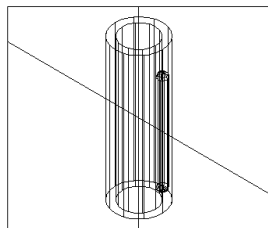

图 16-28
结果如图 16-28 所示。
(10) 旋转处理。单击  按钮或者在命令行直接输入 revolve。将上述矩形框绕着铅直直线旋转一周，结果如图 16-28 所示。
(11) 阵列上述平键。执行 Modify→3D Operation→3D Array 命令。
(12) 生成块。单击  按钮，将上述八个实体合并成一个块。
(13) 消隐处理。单击  按钮或者在命令行直接输入 hide。